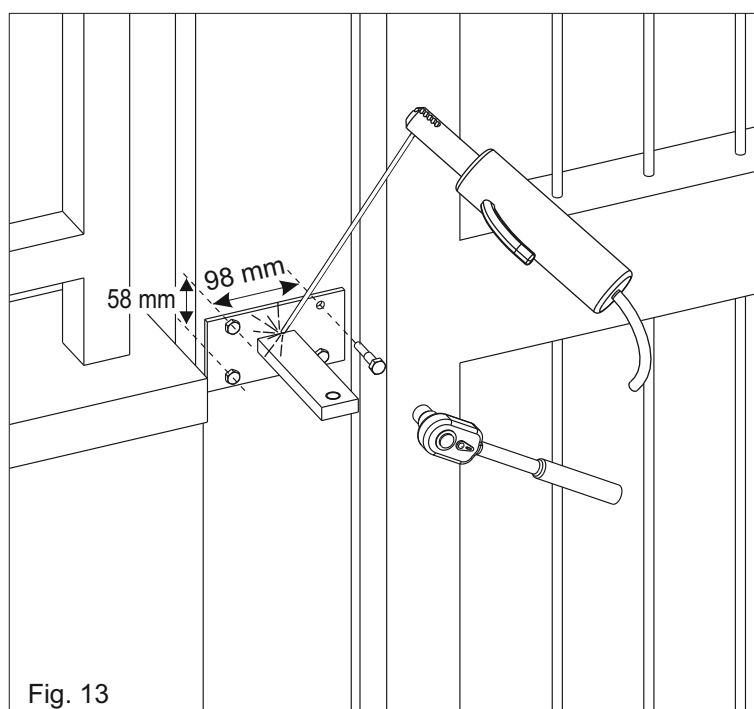
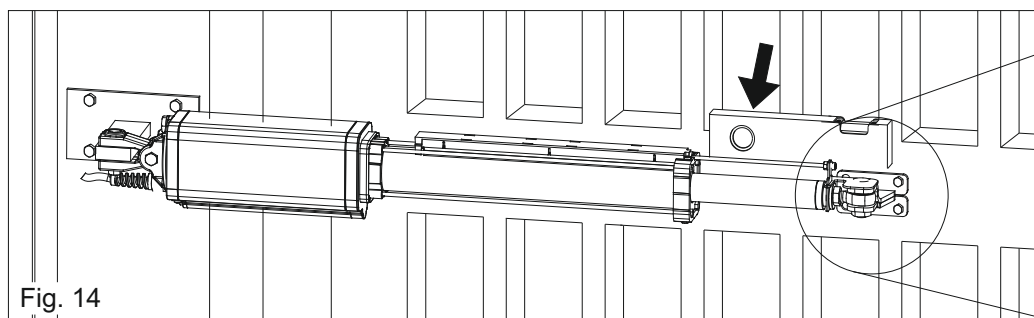

Fig. 13
Fig. 14
El soporte debe ser posicionado de modo que el operador resulte perfectamente horizontal (fig. 13, fig 14).
- 3) Posicionar el operador de manera que quede perfectamente horizontal y por consiguiente marcar la posición del soporte delantero (fig.14).